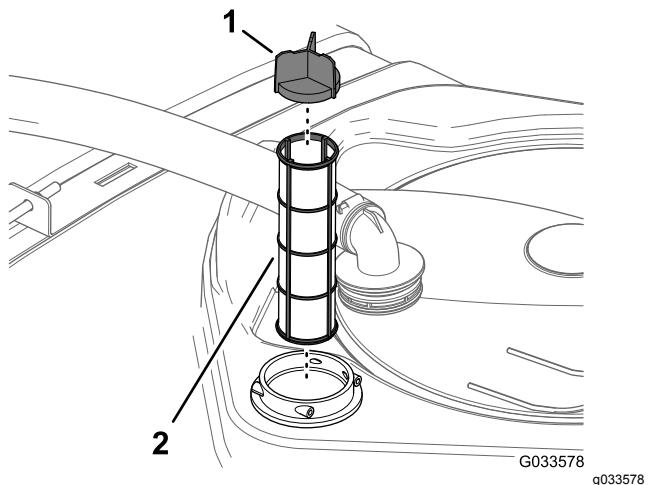

Figura 47
- Estraete il filtro di aspirazione dall'alloggiamento del filtro nel serbatoio (Figura 47).